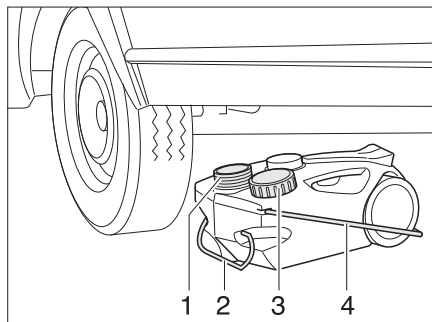

Bild 137 Abwassertank, fahrbar
- Öffnung des Abwassertanks (Bild 137,1) mit dem Deckel (Bild 137,3) schließen.
- Den Abwassertank am Griff (Bild 137,2) herausziehen.
- Tragegriff (Bild 137,4) nach oben klappen und Abwassertank aufstellen.